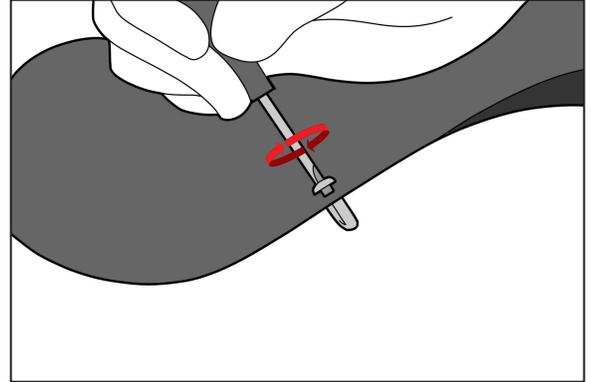

Abb. 1
1. Lösen Sie zum Entfernen die obere Schraube mit einem 1/8-Zoll-Schlitzschraubendreher (Abb. 1).